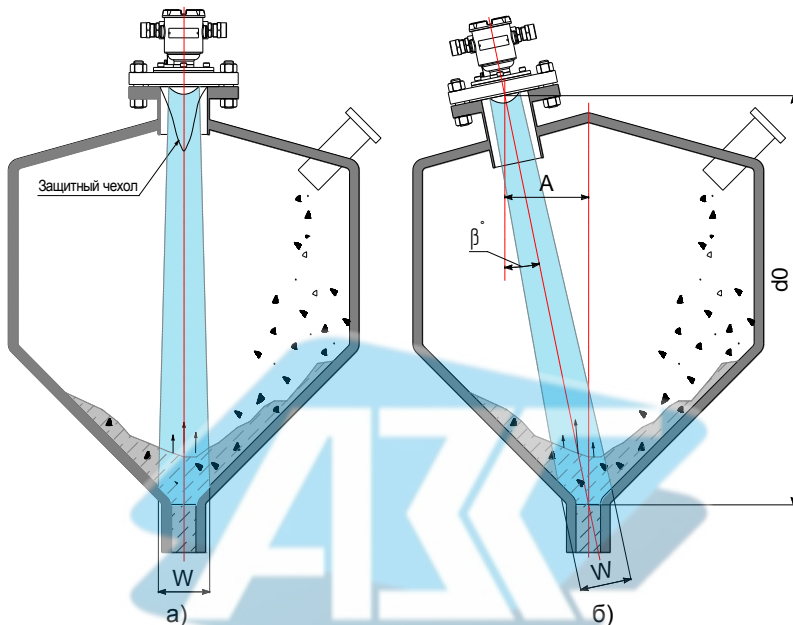

Рисунок 18
- в процессе загрузки возникает высокая запылённость в свободном пространстве резервуара, что со временем приводит к отложению слоя пыли на внутренней поверхности антенны уровнемера и приводит к ухудшению точности и к нестабильности измерений. Для уровнемеров общепромышленного исполнения рекомендуется защищать антенну уровнемера специальным конусообразным чехлом из прочного радиопрозрачного материала (полиэтилен высокого давления, высокомолекулярный и сверхвысокомолекулярный полиэтилен, фторопласт и др.) (см. рисунок 18, а). Размеры и материал защитного чехла определяются потребителем в зависимости от условий эксплуатации уровнемера и с учётом рекомендаций предприятия-изготовителя.
– измерительный луч уровнемера должен быть направлен в самую нижнюю точку резервуара или в центр выпускного отверстия. Для вертикальных цилиндрических резервуаров это обеспечивается установкой уровнемера по центру резервуара (см. рисунок 18, а).